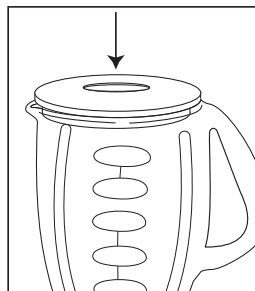

FIGURA 7
- No quite la tapa mientras esté en uso. Quite la copa de acceso para agregar los ingredientes más pequeños. (*Figura 7*)